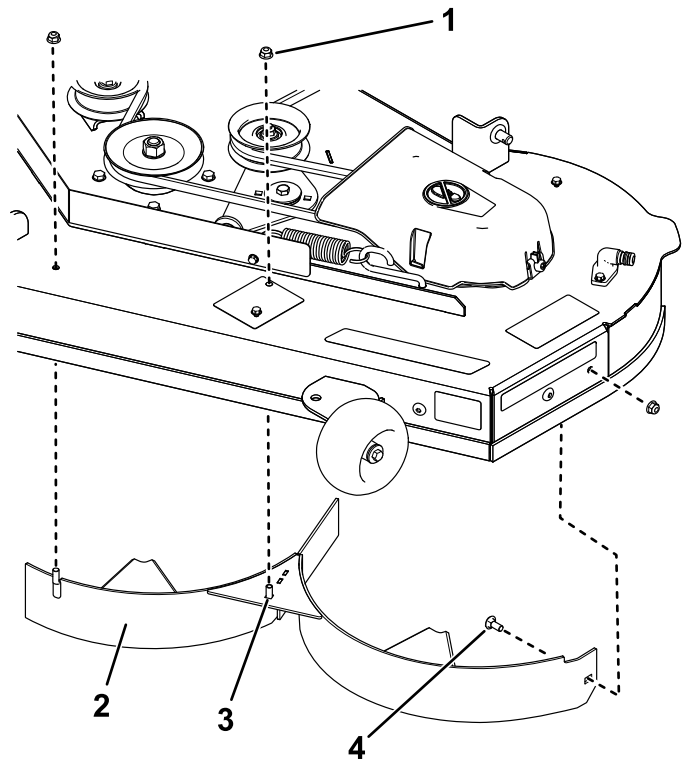

Bild 14
7. Entfernen Sie die beiden Sicherungsmuttern (5/16") von den geschweißten Pfosten des linken Ablenkblechs (Bild 14).
8. Entfernen Sie die Schlossschraube und Sicherungsmutter, die das linke Ablenkblech am Mähwerk befestigen, und entfernen Sie das Ablenkblech (Bild 14).
9. Suchen Sie die zwei Schrauben in den losen Teilen und setzen Sie diese Befestigungen mit den vorhandenen Sicherungsmuttern in die Löcher im Mähwerk ein, die in Bild 14 abgebildet sind, um das Herausschleudern von Rückständen zu vermeiden.